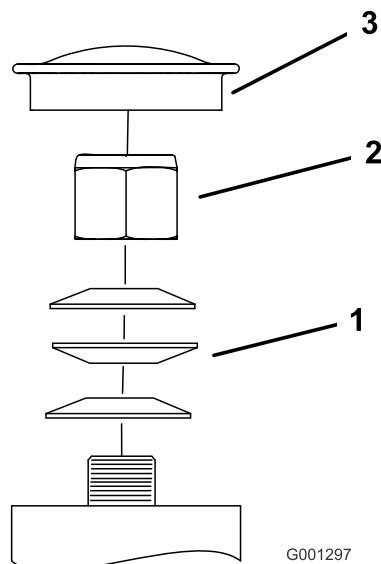

図 59
3. キャスターからダストキャップを外してロックナットを締め付ける図 59。
4. スプリングワッシャが平たくつぶれるまでロックナットを締め付け、その位置から1/4回転もどすと、ベアリングに対して適切な予負荷がかかる図 59。
重要 スプリングワッシャが図 59 のように正しく取り付けられていることを確認してください。
5. ダストキャップを取り付ける図 59。